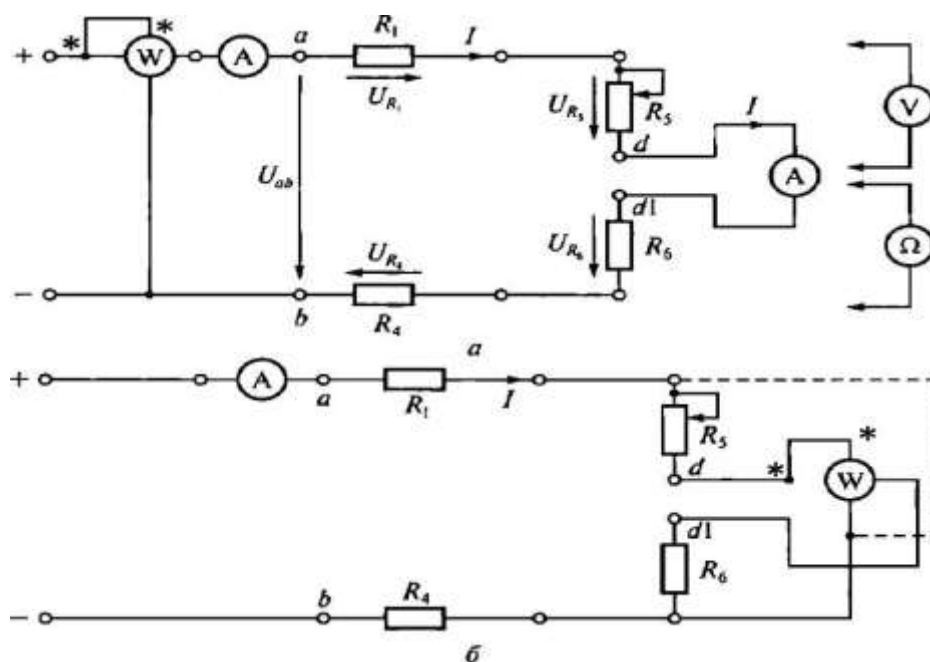

Рис. 2.1. Схемы ЭЦ постоянного тока для проверки:
2. Записать в протоколе испытаний применительно к ЭЦ, показанной на рис. 2.1, выражения для закона Ома, 2-го правила Кирхгофа и баланса мощностей.
В табл. 2.4 даны значения сопротивлений ЭЦ, приведенной на рис. 2.1. Напряжение питания U_{ab} задается преподавателем.